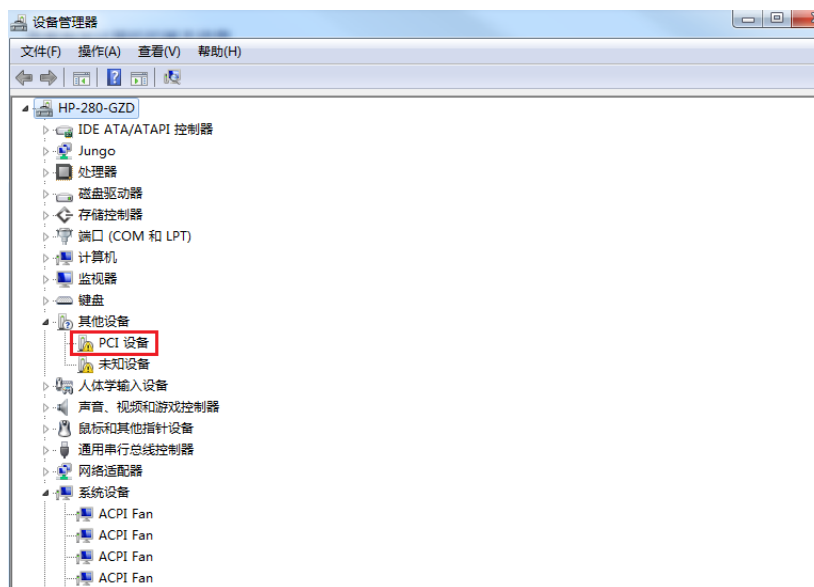
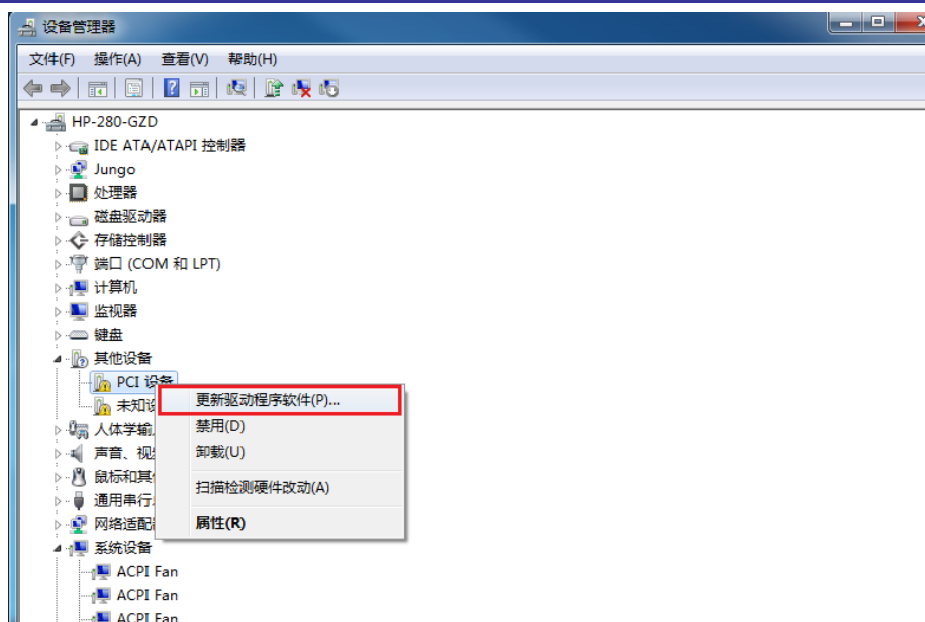

图 2-1 控制器驱动程序安装界面 1
图 2-2 控制器驱动程序安装界面 2
- (1) 在硬件安装好，启动计算机后，Windows 将自动检测到运动控制器，打开“设备管理器”，如图 2-1 所示。
- (2) 将产品配套光盘放入光驱。如果没有配置光驱的工控电脑可以将光盘中的驱动程序先拷贝到电脑中（驱动程序在光盘中的路径为\chinese\windows\Driver 或者\english\windows\Driver）。
- (3) 在此将以光盘中的驱动程序拷贝到 C:\中为例进行说明。
- (4) 选中“PCI 设备”，点击鼠标右键。如图 2-1 及图 2-2 所示，点击“更新驱动程序软件(P)...”。